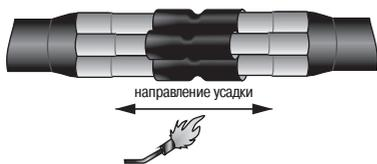

Рисунок 13.
4.26 Надвинуть на каждую гильзу трубку для изолирования гильзы. Установить их по центру гильзы и усадить, начиная с середины и далее в направлении торцов. После усадки по торцам трубки должен быть виден расплавленный клей (рисунок 13).